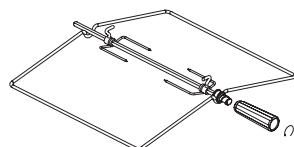
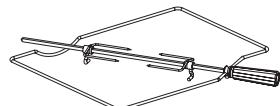

рис. 10
рис. 11
Внимание! Во избежании перегрева и разрушения стеклокерамического стола используйте посуду с ровным дном и размером соответствующим диаметру зоны нагрева. Запрещается использовать посуду с изогнутым дном и диаметром посуды меньше диаметра зоны нагрева. Запрещается устанавливать посуду со смещением относительно зоны нагрева. (рис.10).
- Плиты комплектуются вертелем со съемной рукояткой (рис.10). В зависимости от комфорта, плиты могут комплектоваться вертелями другого исполнения (рис.11). При установке и извлечении использовать рукоятку, которая накручивается на резьбовую втулку.